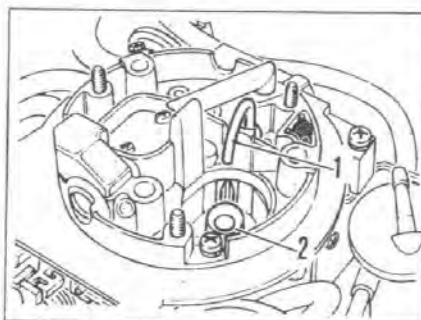

Рис. 4.7 Наконечник жиклера (1) должен быть выровнен с центром форсунки (2) (Глава 12)
- b) Уплотнение на жиклере насоса должно быть заменено. Наконечник жиклера должен быть отцентрирован как обозначено (см. Рис. 4.7). Наконечник должен выступать над верхним краем диффузора на расстоянии 22 - 24 мм.